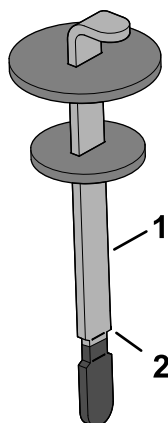

Figura 180
4. Îndepărtați joja de la buș și tergeți-o cu o lavetă curată. Introduceți joja în gâtul de umplere, apoi îndepărtați-o și verificați nivelul de ulei. Nivelul uleiului trebuie să se situeze între marcajele de pe joja (Figura 180).